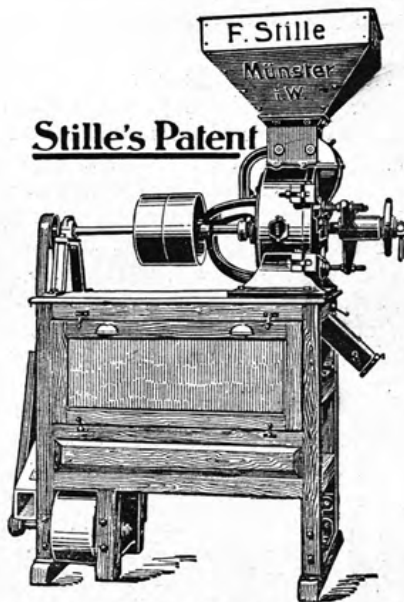

Fig. 195. Vertikal-Steinschrotmühle mit Mehlsichter von F. Stille, Maschinenfabrik, Münster (Westfalen). Text auf Seite 181.
J. Stille, Maschinenfabrik, Münster (Westfalen) hatte eine neue Vertikal-Steinschrotmühle mit Mehlsichter (D.R.P. 261 473) ausgestellt. Die in Fig. 195 veranschaulichte neue Maschine zeigt verschiedene beachtenswerte Konstruktionen und ist, wie die bekannte Walzenschrotmühle der Firma Stille, bis in die Einzelheiten gut durchgebildet. Als Speisevorrichtung ist die schon bekannte und bewährte Zuführungsvorrichtung der Stilleschen Walzenschrotmühle verwendet. Neu ist in der Ausführung die Moment-Abziehvorrichtung des Bodensteins (D.R.P. ang.), welche gestattet, den festen, im Deckel angeordneten Mahlstein vom Läuferstein schnell zu entfernen, ohne dabei die gewählte Feineinstellung zu verändern, und die feste Lagerung des Läufersteines zuläßt. Beachtenswert ist dabei auch die Stellvorrichtung des Bodensteines durch drei Spindeln, mit denen man den Bodenstein zur Mahlfäche des Läufersteines genau parallel einstellen kann.